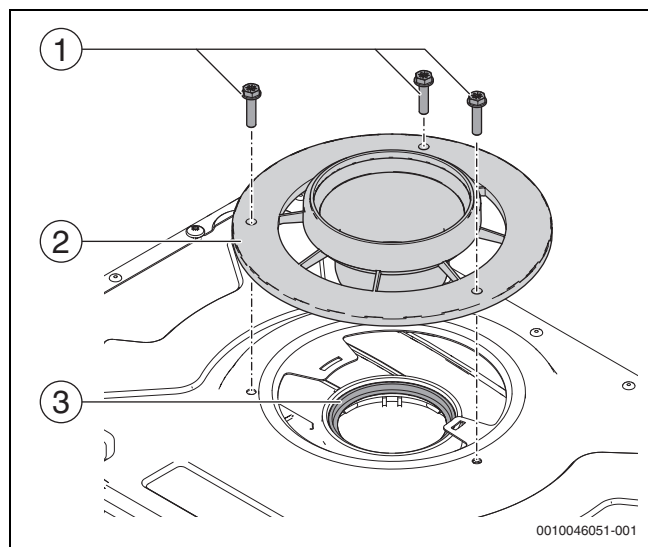

Fig. 132 Desmontar el adaptador de tubos de gas de escape y el set de tubos de escape
- Ubicar el set y el adaptador de tubo de gases de escape (→ fig. 132, [2]) en la placa superior.
- Ajustar tres tornillos (Pozi o hexagonal) (→ fig. 132, [1]) con máx. 3 Nm.